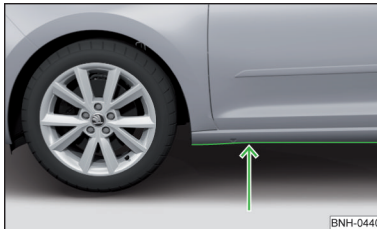

Abb. 199
- Daher vor einer Wasserdurchfahrt die Wassertiefe feststellen. Der Wasserstand darf maximal an die Unterkante des Unterholms reichen » Abb. 199.